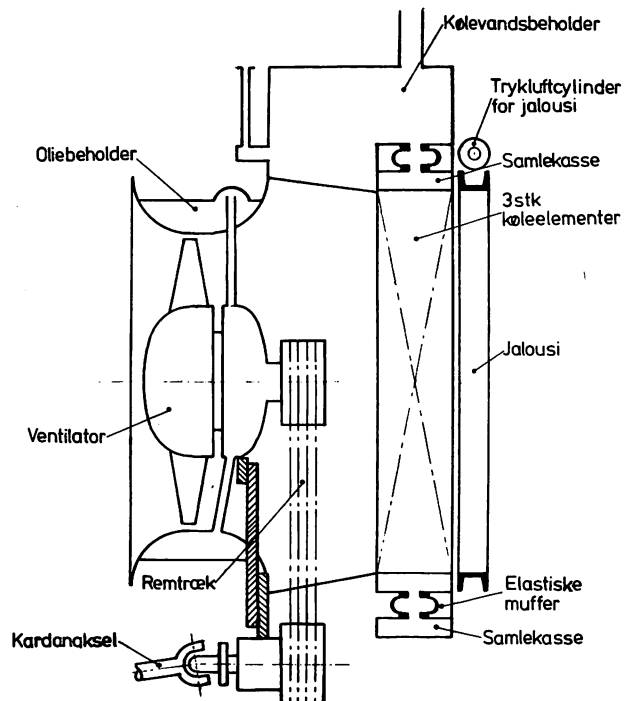

Fig 6.4 Placering af kølelementer
6.4. Køleelementer – se fig 6.4